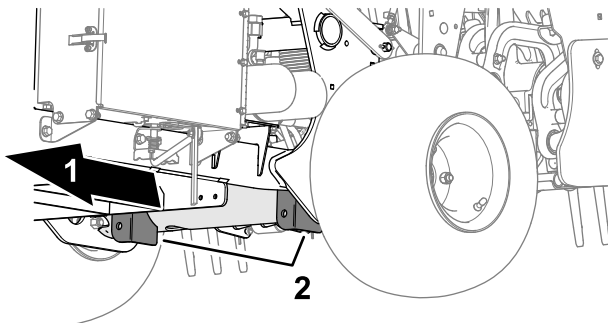

Figura 128
3. Coloque el gato firmemente debajo de la placa del bastidor, justo por dentro de la rueda trasera (Figura 128).